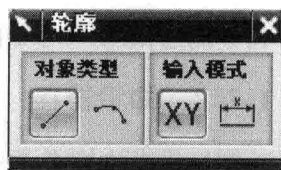

图 1.1.5 “轮廓”工具条
(1) “轮廓”工具条:该功能是以线串模式创建一系列连接的直线或圆弧。如图 1.1.5 所示。①直线:在视图区选择两点绘制直线;②圆弧:在视图区选择一点,输入半径,然后再在视图区选择另一点,绘制圆弧;③坐标模式:在视图区显示 XC 和 YC 数值文本框,在文本框中输入所需数值,便可开始绘制草图;④参数模式:在视图区显示“长度”和“角度”文本框,在文本框中输入所需数值即可。